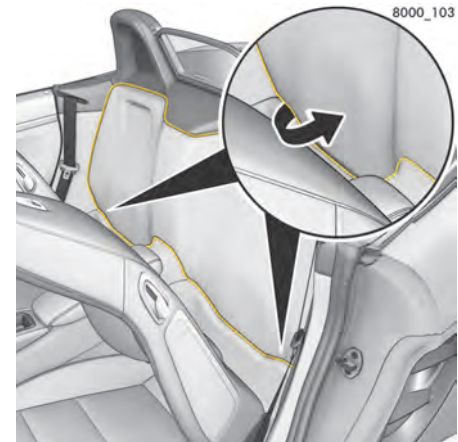

Fig 43 : Dégagement du mécanisme de la capote
2. Passez la main dans la fente de la moquette (Fig. 43) et saisissez-la, puis retirez avec précaution l'habillage en moquette par le bas le long de l'habillage de l'enrouleur de ceinture de sécurité et rabattez-le.